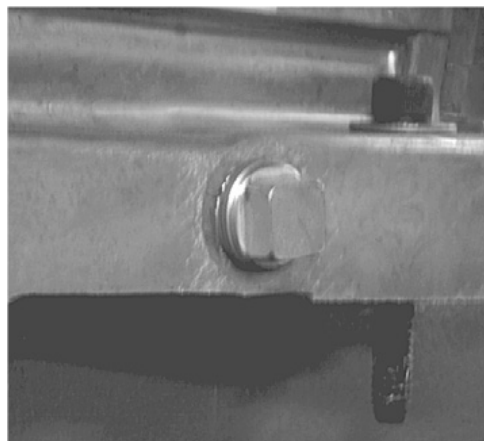

Figura 10.7: Procedimento para troca do óleo
- Remova o bujão de drenagem (Figura 10.7 na página 45) para drenar completamente o óleo do motor, despejando o óleo retirado em um recipiente apropriado.